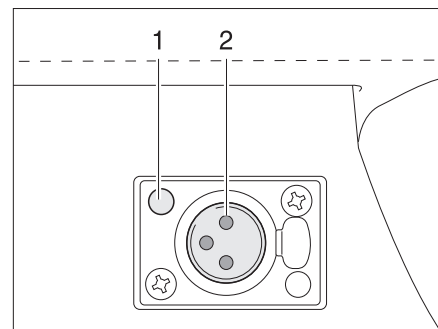

Fig. 107 Prise de courant
- Insérer la fiche située au pied de la lampe pour prise dans la prise de courant (Fig. 107,1) jusqu'à ce qu'elle se verrouille de manière audible. Ce faisant, veiller à la position des contacts (Fig. 107,2).